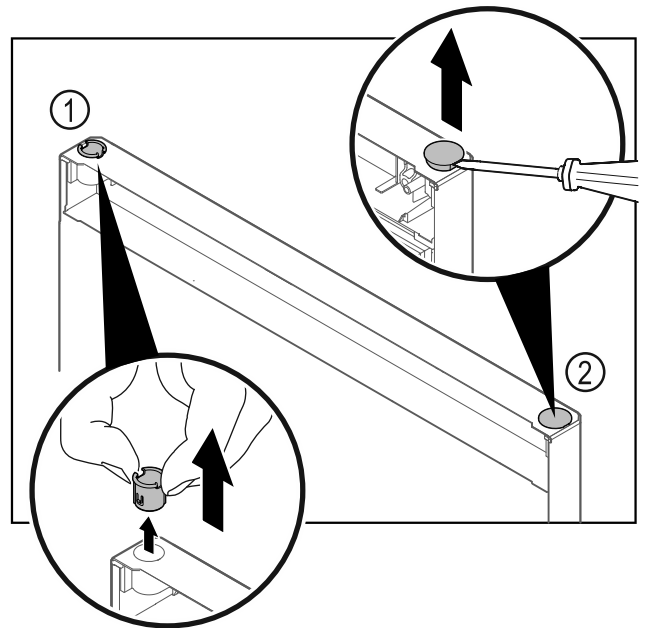

Fig. 40 Gefrierteiltür
- ▶ Scharnierbuchse Fig. 40 (1) mit den Fingern herausziehen.
- ▶ Abdeckstopfen Fig. 40 (2) vorsichtig mit einem Schlitzschraubendreher anheben und herausziehen.